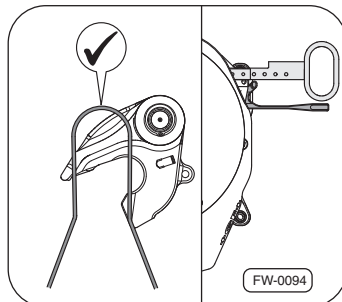

Рис. 9 · Запирающий элемент открыт
3. Обеспечьте, чтобы запирающий элемент был полностью поднят и чтобы ручка отпираания осталась в положении готовности к втягиванию ⇒рис. 9.